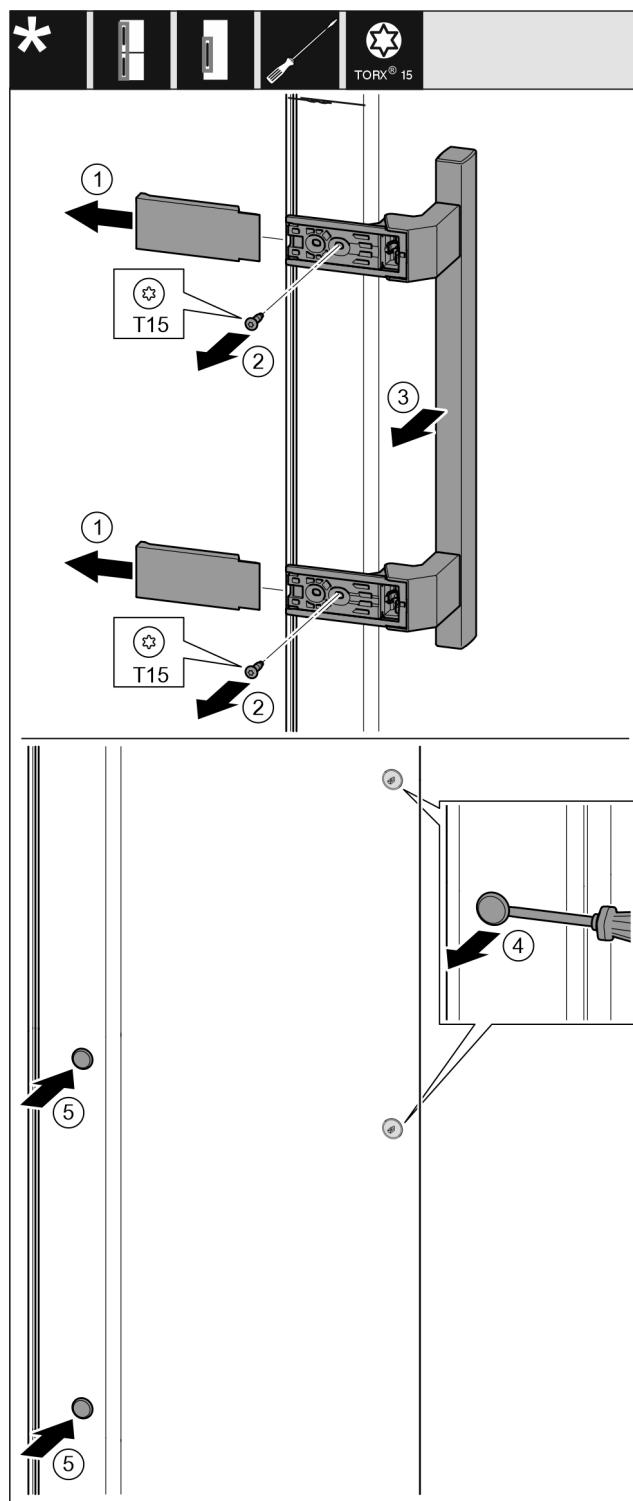

Fig. 19
- Træk afdækningen af. Fig. 19 (1)
- Skru skruerne af med en Torx 15-skrueetrækker. Fig. 19 (2)
- Tag grebet af. Fig. 19 (3)
- Løft forsigtigt sideproppen af med en kærnskruetrækker, og træk den ud. Fig. 19 (4)
- Indsæt proppen igen på den anden side. Fig. 19 (5)